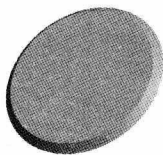
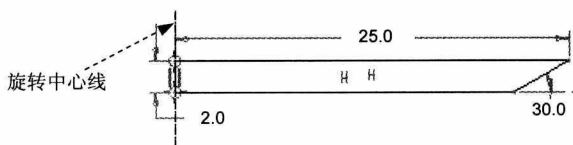

图 1.3 旋转特征 1
图 1.4 截面草图
Step2. 创建图 1.3 所示的旋转特征 1。
(1) 选择命令。单击 **模型** 功能选项卡 **形状** ▾ 区域中的“旋转”按钮 。
(2) 绘制截面草图。在图形区右击，从系统弹出的快捷菜单中选择 **定义内部草绘...** 命令；选取 RIGHT 基准面为草绘平面，选取 TOP 基准面为参考平面，方向为 **右**；单击 **草绘** 按钮，绘制图 1.4 所示的旋转中心线和截面草图。